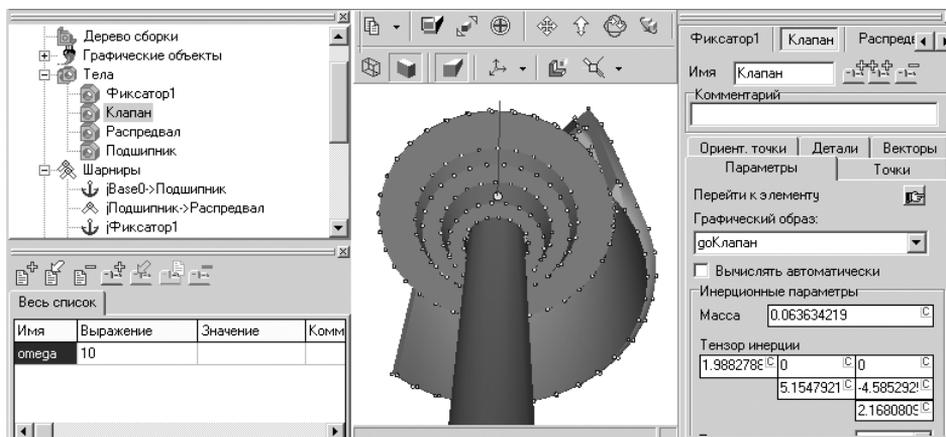

Рис. 2.28. Возможное позиционирование тела **Клапан** в анимационном окне
- позиционируйте образ тела в анимационном окне с помощью кнопок  – **Поворот мышкой** и  – **Увеличение/Уменьшение мышкой** так, чтобы легко можно было выбрать вершину графического образа (ГО), лежащую в плоскости опирания пружины. Это может выглядеть так, как показано на рис. 2.28;